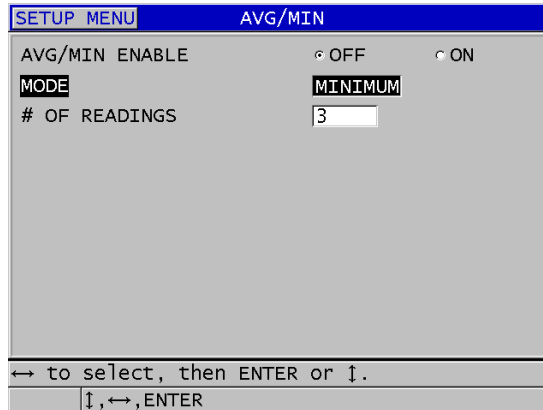

Figura 10-16 Abrir a caixa de diálogo MÉD/MÍN
3. Na tela MÉD./MÍN (MÉD./MÍN.) (consulte Figura 10-16 na página 181):